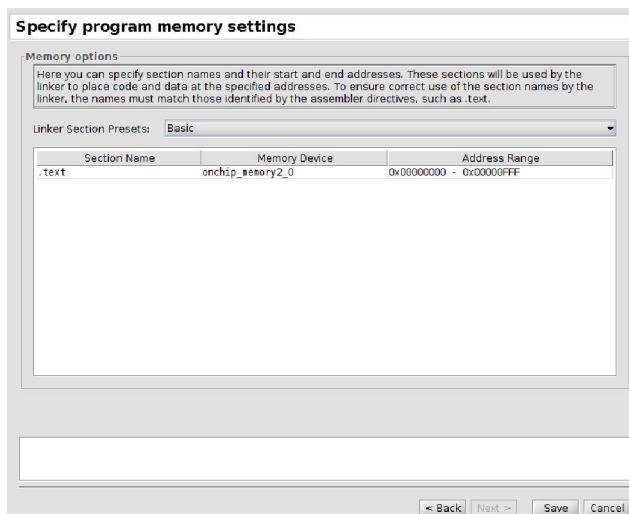

Рисунок 22. Вкладка *Specify program memory settings*
28. На останній вкладинці (рис. 22) натисніть *Finish*, або *Save*.